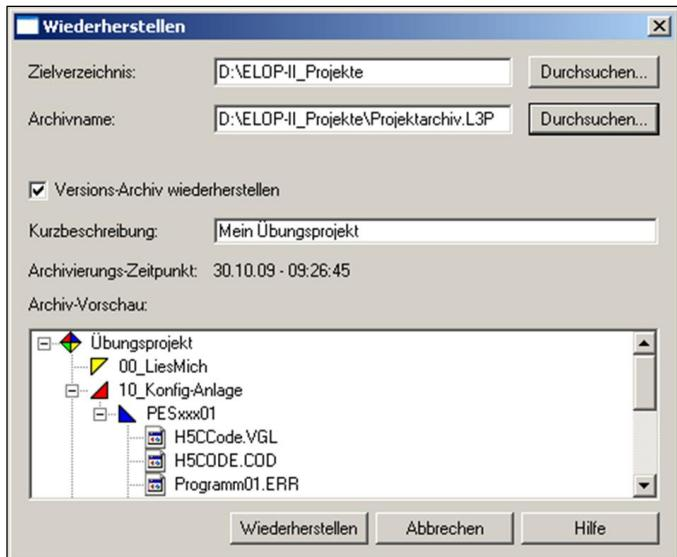

Abb. 122: Archiv wiederherstellen
- Tragen Sie im Fenster **Wiederherstellen** (Abb. 122) im Feld **Zielverzeichnis** den Pfad ein, in welches das archivierte Projekt zurückgelesen werden soll.
- Tragen Sie im Fenster **Wiederherstellen** (Abb. 122) im Feld **Archivname**: den Pfad ein, in welchem sich das archivierte Projekt befindet.